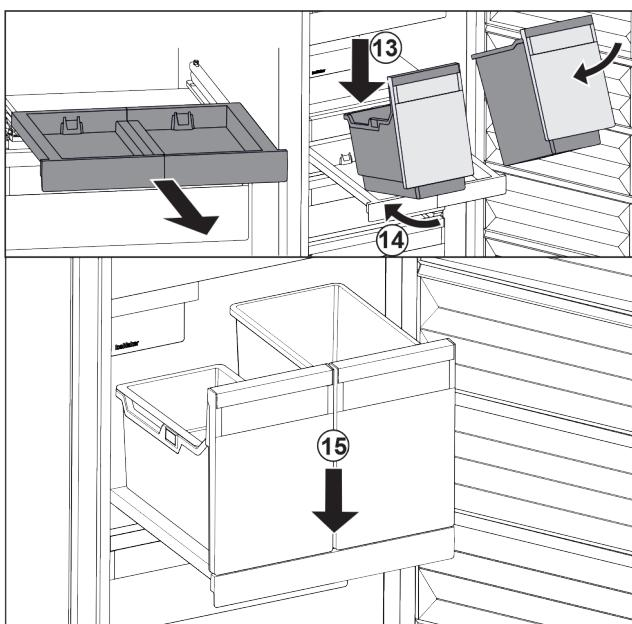

Fig. 129
- Stavite spremnik ukoso na izvlačnu ploču. Fig. 129 (13)
- Gurnite spremnik ukoso prema natrag. Fig. 129 (14)
- Spustite spremnik naprijed. Fig. 129 (15)